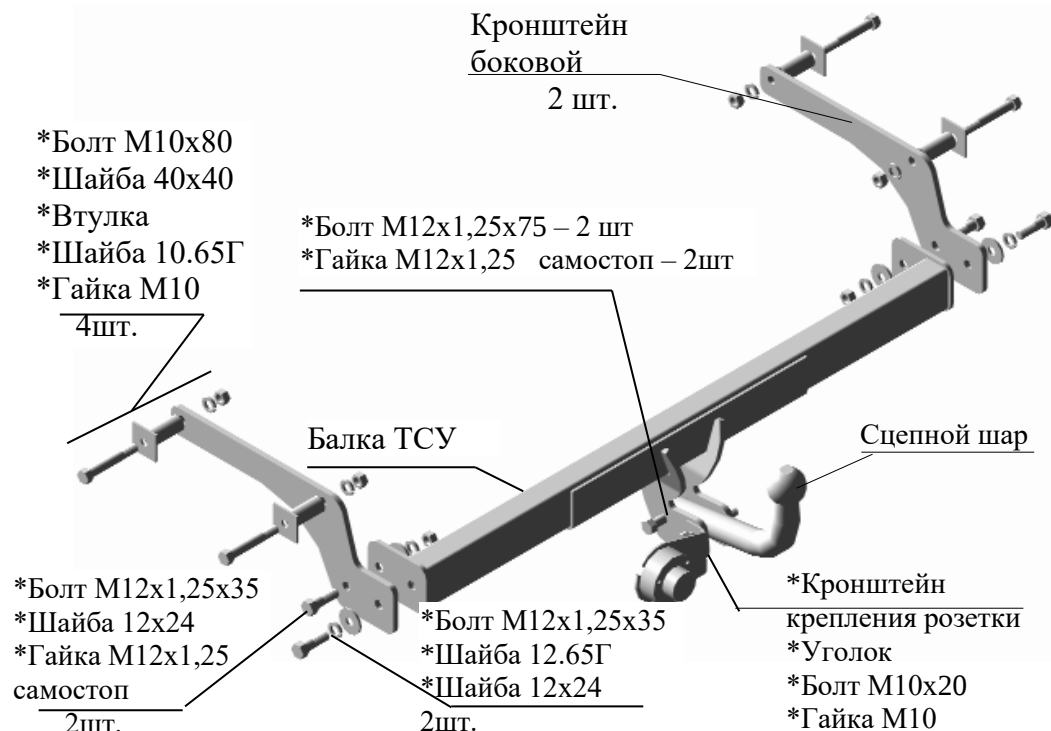

Рис.1 Тягово-сцепное устройство ТСУ 9010 Рено Логан.
2.1 ТСУ 9010 в сборе (рис.1)	1 шт.
2.2. Пакет комплектующих (рис.1)
4.4 Закрепить балку ТСУ к боковым кронштейнам, соответственно рис.1.
4.5 Закрепить сцепной шар и кронштейн крепления розетки (кронштейн предварительно собрав как показано на рис.1) к кронштейнам шара, соответственно рис.1.